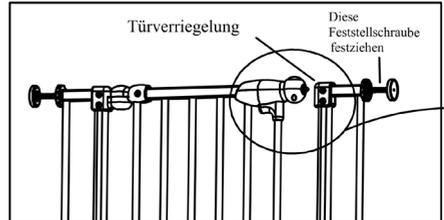
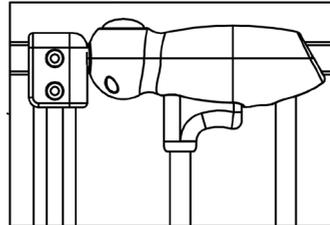

Abbildung 14
Abbildung 15
- Ziehen Sie die obere, in der Nähe der Türverriegelung befindliche Feststellschraube (siehe Abbildung 14) fest, bis die Verriegelung richtig einrastet (siehe Abbildung 15).